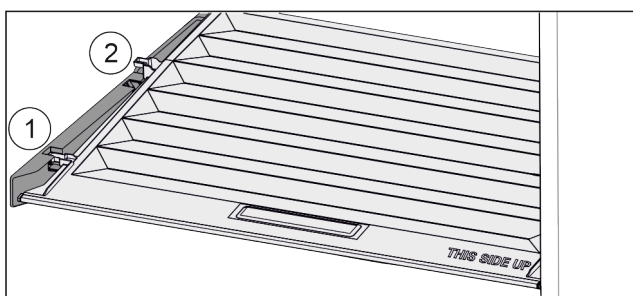

Fig. 75
- ▶ Pokrywę pociągnąć do przodu Fig. 75 (1), aż otworzy się w elementach trzymających.
- ▶ Podnieść tył od dołu i w wyjąć Fig. 75 (2) go do góry.